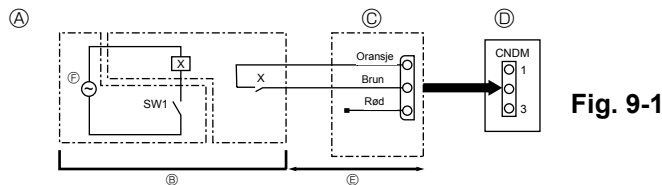

Fig. 9-1
9.1. Lav støymodus (modifikasjon på stedet) (fig. 9-1)